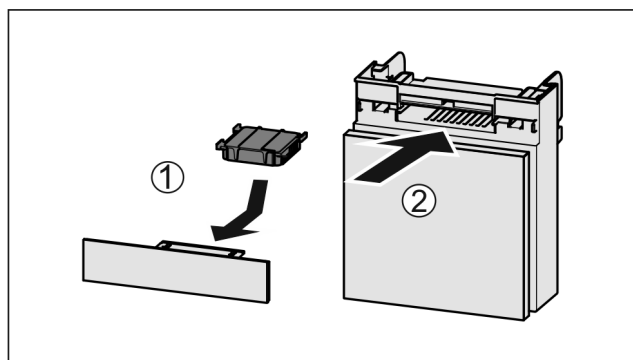

Fig. 169
- Actiefkoolfilter overeenkomstig afbeelding aanbrengen Fig. 169 (1).
- Actiefkoolfilter klikt niet vast. Als het actiefkoolfilter naar onder wijst: ► Lade erin schuiven Fig. 169 (2).